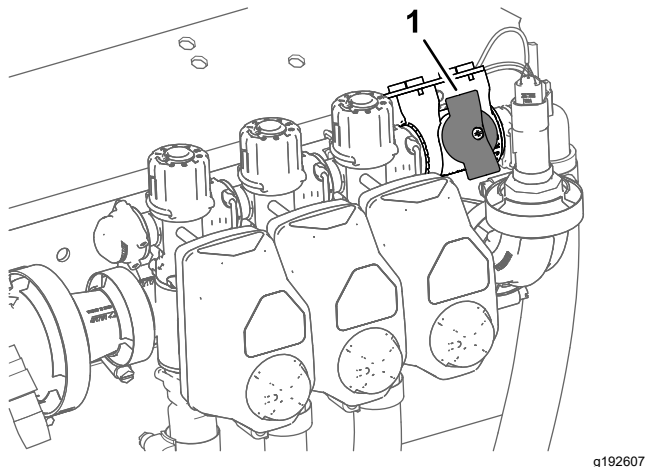

Figure 44
4. Pour les machines fonctionnant en mode débit d'application, vérifiez que le bouton de la vanne de coupure de dérivation de section à la position fermée (Figure 44).
5. Pour les machines fonctionnant en mode débit d'application, vérifiez que la vanne de coupure de dérivation de section est fermée (Figure 44).